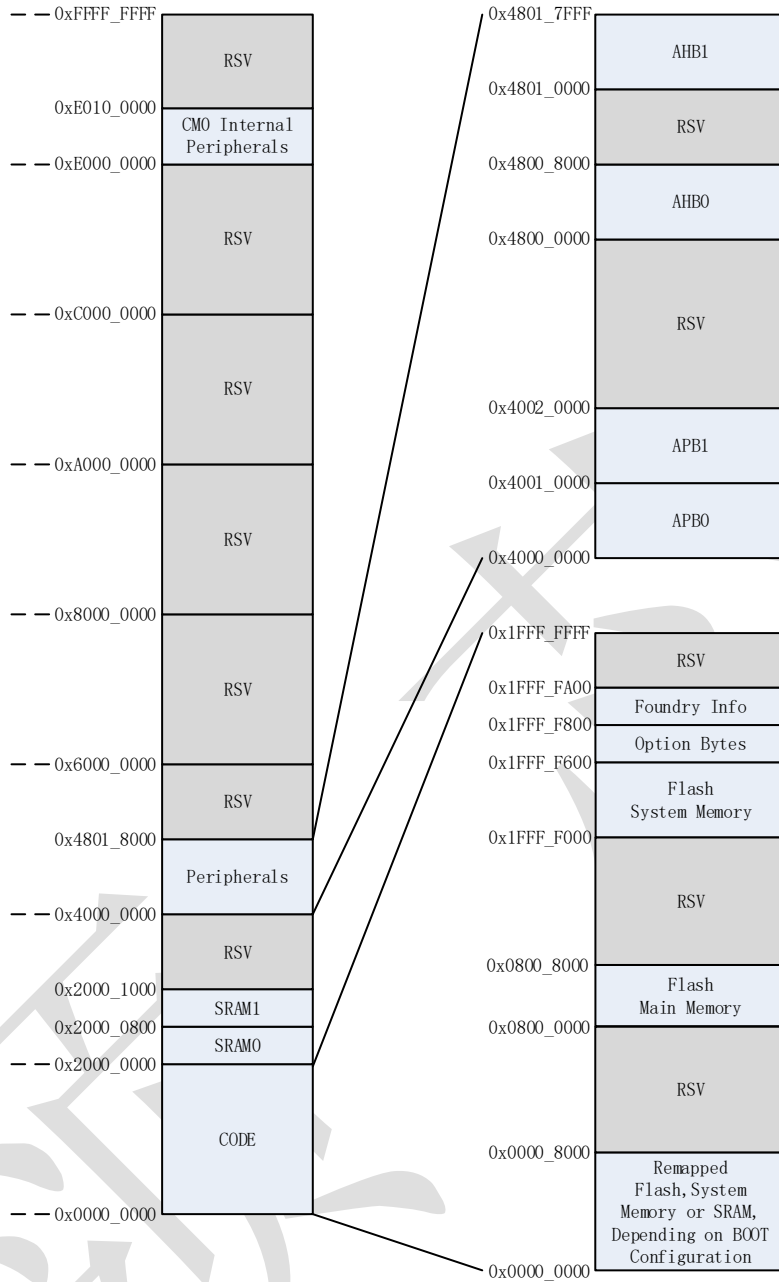

图 2-2 系统存储空间分配表
完整地址空间分配见图 2-2：
- **System memory 启动:** 系统存储器被映射到启动程序空间 (0x1FFF_F000 - 0x1FFF_F5FF), 特别需要注意的是, 因设备及校准字节占用, 实际可操作系统空间的物理地址为 0x1FFF_F000 - 0x1FFF_F5BF, 启动软件 (BOOT Loader) 需小于 1.5KB。避免访问到设备及校准字节、Option Bytes 和 Foundry Info 空间, 地址结构可参考图 2-2。